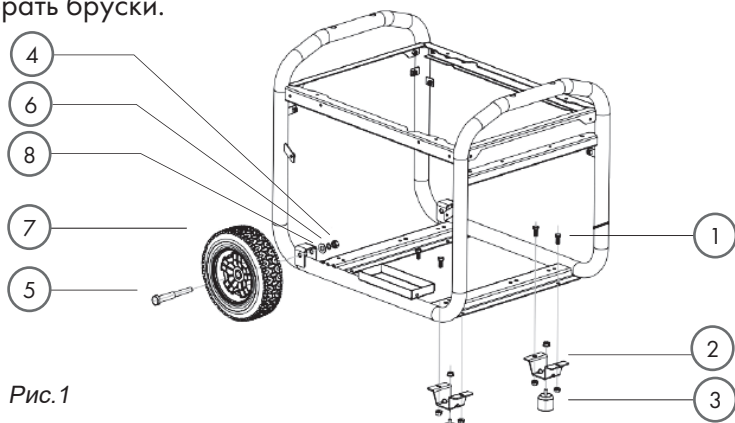

Рис.1
2. Совместить монтажные отверстия кронштейна для ножек (2) (рис. 1) с монтажными отверстиями в корпусе.
3. Вставить по одному болту 8 мм (1) в каждое монтажное отверстие.
4. Установить и вручную затянуть по одной гайке 8 мм (3) на каждом болте.
6. Надёжно затянуть все четыре гайки (3).
1. Вставить ось (5) (см. рис. 1) в колесо (7).
2. Вставить ось (5) с колесом (7) в монтажное отверстие в раме.
3. Установить плоскую шайбу диаметром 12 мм (8), а затем пружинную шайбу диаметром 12 мм (6) на торец оси колеса, затем затянуть гайку (4).